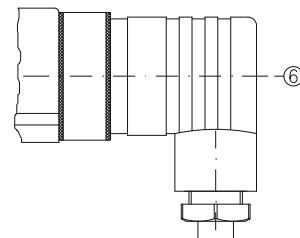

Fig. 12
- ↪ Enfiler la boîte de raccordement ② dans le connecteur de l'appareil ① et serrer la vis centrale ⑥ (⇒ Fig. 12).